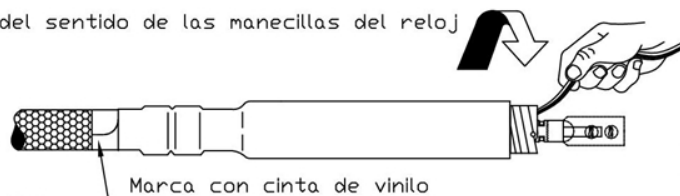

Figura 4.
- Deslizar el cuerpo del terminal encogible en frío sobre el cable y remover el núcleo. Halar la lengüeta plástica mientras se desenrolla en contra de las manecillas del reloj (ver figura 4). Se debe asegurar que la base del cuerpo del terminal encogible en frío (no el núcleo) esté alineado con la marca de cinta de vinilo, antes de comenzar la instalación. Una vez que el cuerpo del terminal encogible en frío ha hecho contacto sobre el área del sello de masilla, no es necesario seguir soportando el cuerpo del terminal encogible en frío.